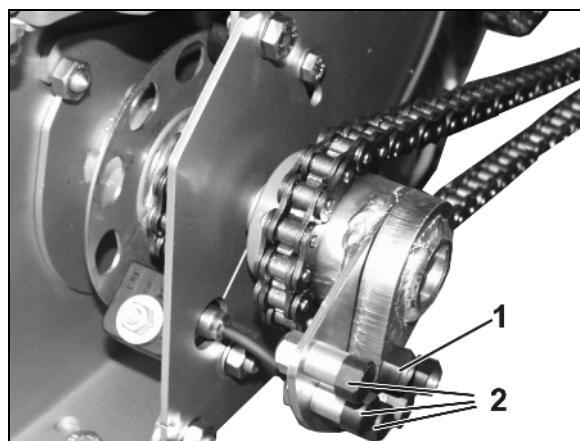

Рис. 65
В случае блокировки дозирующего вала вследствие попадания посторонних предметов в дозатор, пластиковый винт отходит в сторону (Рис. 65/1) и работа привода во избежание повреждений прерывается.
3. Извлеките запасной винт (Рис. 65/2) из держателя.